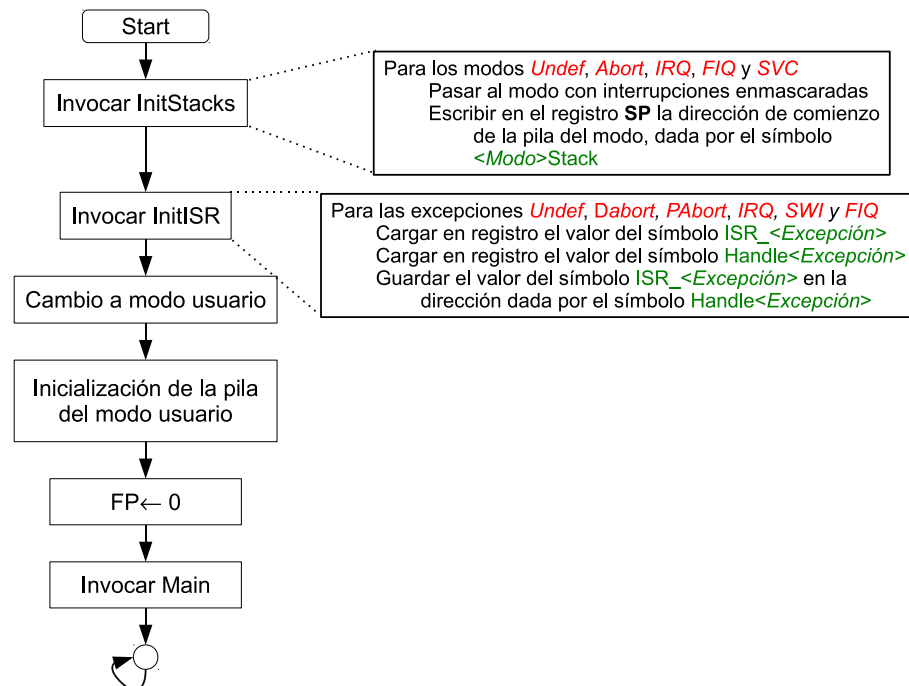

Figura 2.6: Diagrama de flujo del código de `p2a.asm`.
- **init.asm** En este fichero se deberán completar las dos primeras tareas anteriores. Se trata de una inicialización del sistema más completa que la efectuada en la práctica 1. En concreto, **se pide completar el código de las rutinas InitStacks y InitISR**. La figura 2.6 muestra un esquema de qué deben hacer ambas rutinas. Además, debe completarse la función `ISR_IRQ()` como se explica más abajo. Las rutinas más relevantes del fichero `init.asm` son: